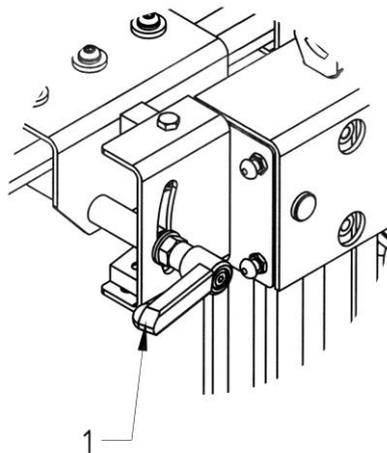

Bild 1: Montage des Blockierungshebels
Um die Beschädigung des Hebels während des Transportes ist diese nicht auf der Maschine montiert. Nehmen Sie die Schraube, die im Achse geschraubt ist, ab. Schrauben die den mitgelieferten Hebel (1 auf Bild 1) wie auf Bild 1 gezeigt.
- Um den Rolltisch zu fixieren (Bild 1), lockern Sie die Flügelmutter (1) und drehen Sie das Halteblech bis zum Anschlag (3). Schrauben Sie die Flügelmutter wieder fest.
- Lockern Sie die Flügelmutter (1 auf Bild1) und stellen Sie die Blockierung (2) parallel zur Skala. Schrauben Sie die Flügelmutter wieder fest. Lockern Sie den Griff (1 auf Bild 3) auf jeder Seite des Tisches und stellen Sie das Stabilisierungssystem in seine unterste Position. Sie können jetzt den Tisch abnehmen.